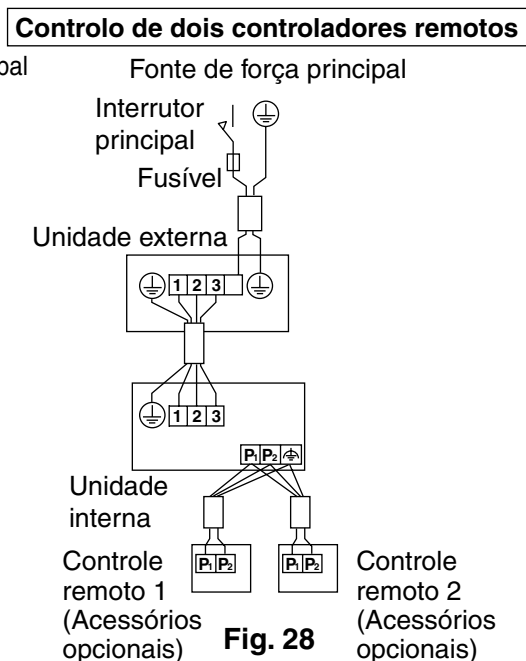

Fig. 28
- **Controle de dois controladores remotos:** 2 controladores remotos para 1 uma unidade interior. (Consulte a Fig. 28)